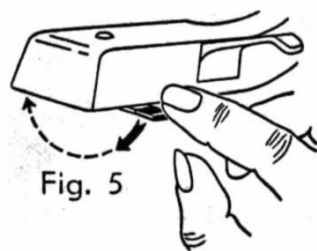

Fig. 5
2.15 Abtaststift einstellen mit Hebel am Abtastsystem für alle Mikro- und Stereorillen-Platten auf 16, 33, 45 (rote Seite nach oben) und für alle Normalrillen-Platten auf 78 (grüne Seite nach oben) (Fig. 5).
- 2.15 Set stylus with lever on cartridge for all micro- and stereo-groove records on 16, 33, 45 (red side upwards) and for all standard-groove records on 78 (green side upwards) (Fig. 5).